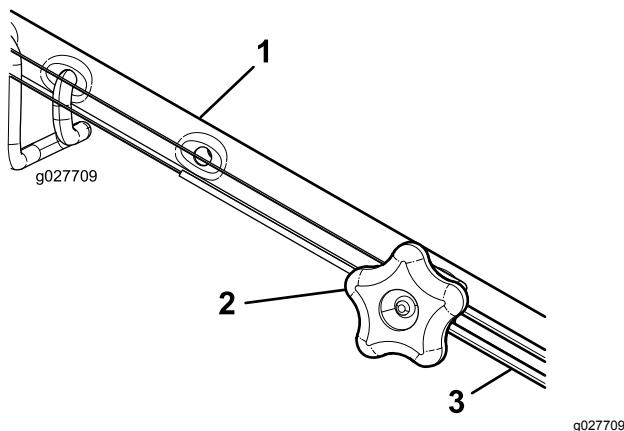

Figura 42
- Girate la manopola di regolazione in senso antiorario per allentare la regolazione del cavo (Figura 42).
- Regolate la tensione del cavo (Figura 42) tirandolo indietro o spingendolo in avanti e mantenendo quella posizione.